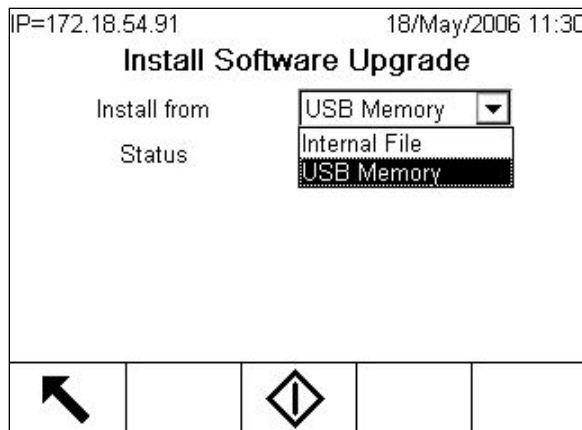

Abbildung 3-1: Firmware-Upgrade mit USB-Speicher
5. Achten Sie darauf, dass sich der Fokus im Feld „Install from“ (Installieren von) befindet, drücken Sie auf ENTER, markieren Sie das Feld „USB Memory“ (USB-Speicher) (siehe Abbildung 3-1) und drücken Sie erneut auf ENTER, um Ihre Auswahl einzugeben.